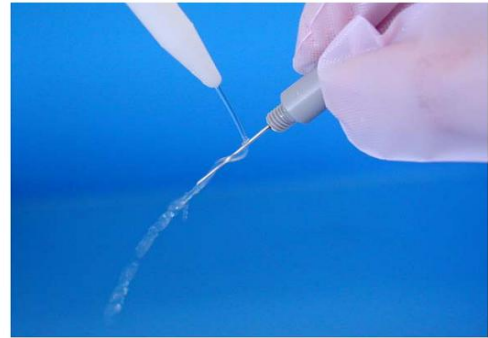

图9 用去离子水清洗针插型电极端的Ag/AgCl电极
4. 用去离子水清洗针插型电极端的Ag/AgCl电极，如图9所示。如果这个过程不充分，残存的内部液可能会导致盐分结晶。